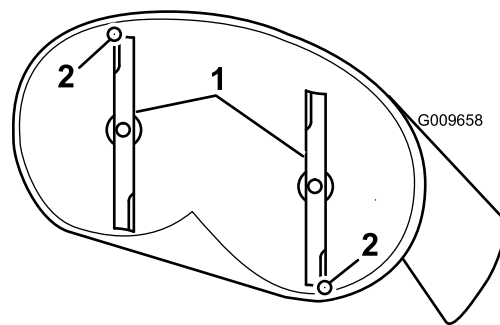
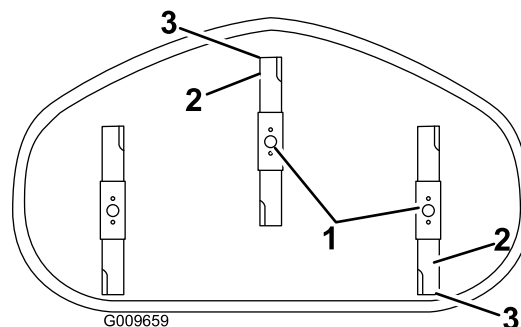

Figura 61
Figura 62
4. Gire cuidadosamente las cuchillas colocándolas en el sentido de avance de la máquina (Figura 61 y Figura 62).
5. Mida entre la punta de la cuchilla delantera y la superficie plana, y entre la punta de la cuchilla trasera y la superficie plana (Figura 61 y Figura 62).
- D. Después de realizar el ajuste, compruebe de nuevo la inclinación longitudinal, y siga ajustando la tuerca hasta que la punta de la cuchilla delantera esté entre 1.6 y 7.9 mm más baja que la punta de la cuchilla trasera (Figura 61 y Figura 62).
- A. Afloje la tuerca de ajuste de la varilla de ajuste izquierda (Figura 62).